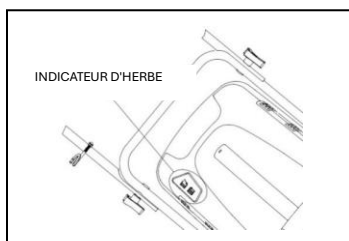

Fig. 14A
- Si le receveur est plein, l'indicateur s'effondre ; Une fois cela fait, arrêtez immédiatement de bouger et videz le capteur, assurez-vous qu'il est propre et que son grillage est bien ventilé. (Fig. 14A)